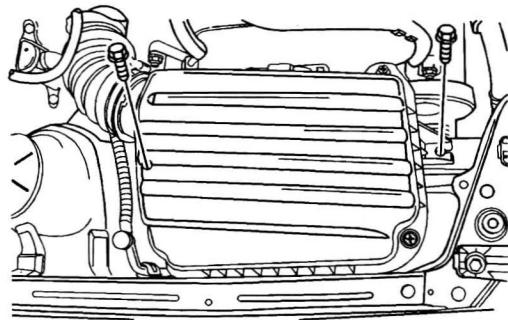

图 1-3-2 拆卸空气滤清器壳体螺栓和滤清器壳体
5. 拆卸空气滤清器壳体螺栓（图 1-3-2）。
6. 拆卸空气滤清器壳体（图 1-3-2）。